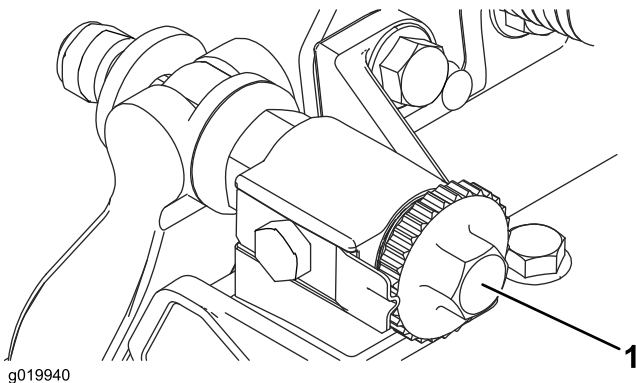

Figura 17
1. Coloque la unidad de corte en una superficie de trabajo plana y nivelada. Gire los tornillos de ajuste de la barra de asiento en sentido antihorario para asegurarse de que la barra no está en contacto con el molinete (Figura 17).